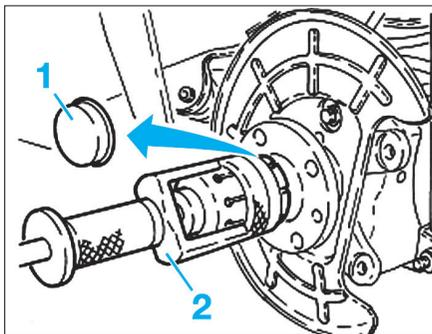

Fig. 28
- le capuchon de protection (1) à l'aide de l'extracteur (2) (Fig.28),